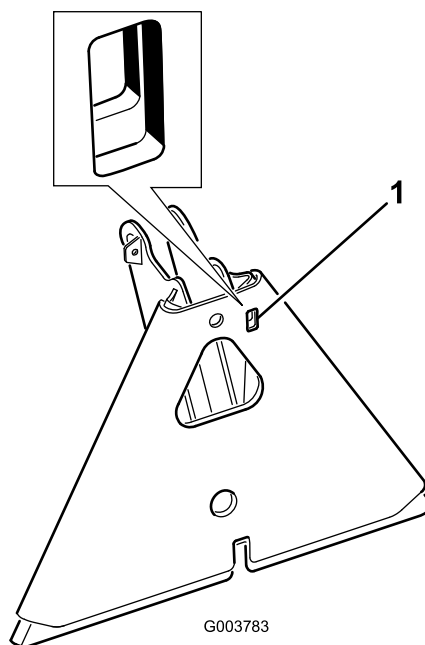

图 19
**注意** 如果附件连接器卡在主机连接器上请在撬槽内插入撬棍或螺丝刀将两者分开 图 19。